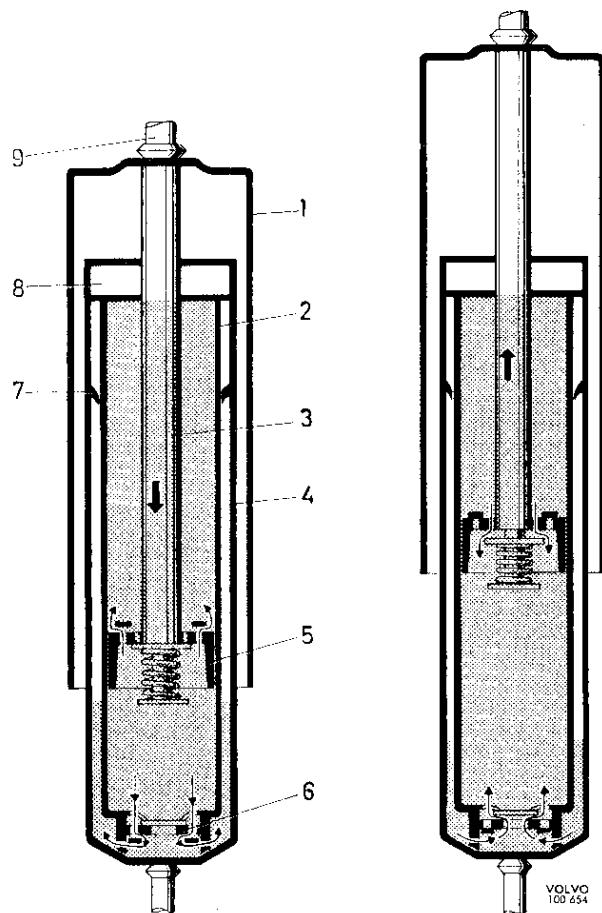

Abb. 10. Stoßdämpfer, Funktionsdarstellung
Die Ausführung der Stoßdämpfer geht aus Abb. 10 hervor. Der äußere Zylinder (1) dient lediglich als Staubschutz. Die beiden inneren Zylinder (2) und (4) sind konzentrisch ineinander geschoben. Der innerste von beiden Zylindern (2) ist der Arbeitszylinder. Er ist am unteren Ende mit einem Bodenventil (6) versehen. In diesem Zylinder bewegt sich ein mehrfach durchbohrter Kolben (5). Der Durchsatz der Stoßdämpferflüssigkeit durch diese Kolbenbohrungen wird über Ventile gesteuert.